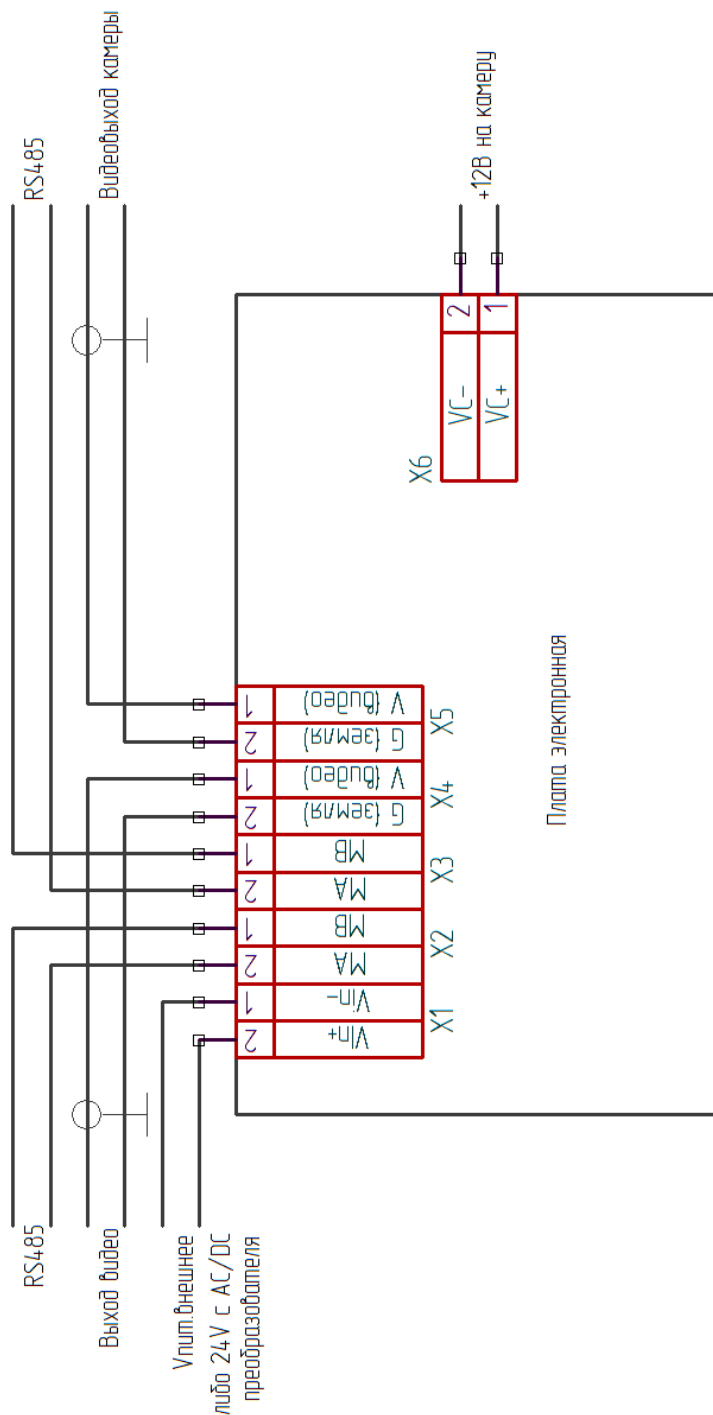

Рисунок 6 – Схема подключения термокожуха
- Подключить электронную плату к источнику питания, рис. 6 с напряжением, указанным в таблице 1. Подключить видеовыход камеры к входу монитора с входным сопротивлением 75 Ом.
- Осуществить монтаж соединительного кабеля в кабельном вводе в соответствии со схемой подключения, рис. 6.